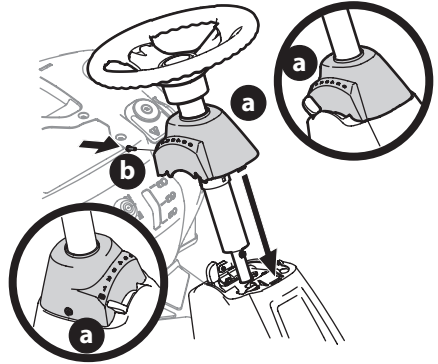

Figure 4
7. Glissez le couvercle (a) vers le bas sur la tondeuse à siège, puis tournez doucement le couvercle vers la droite pour le faire enclencher en place. Fixez le couvercle (a) en place avec la vis retirée (b) à l'étape précédente (Figure 4).